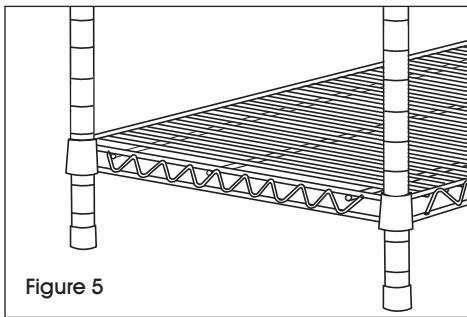

Figure 5
3. Placez l'unité à la verticale. Tapotez délicatement la tablette vers le bas pour le fixer. (Voir figure 5)